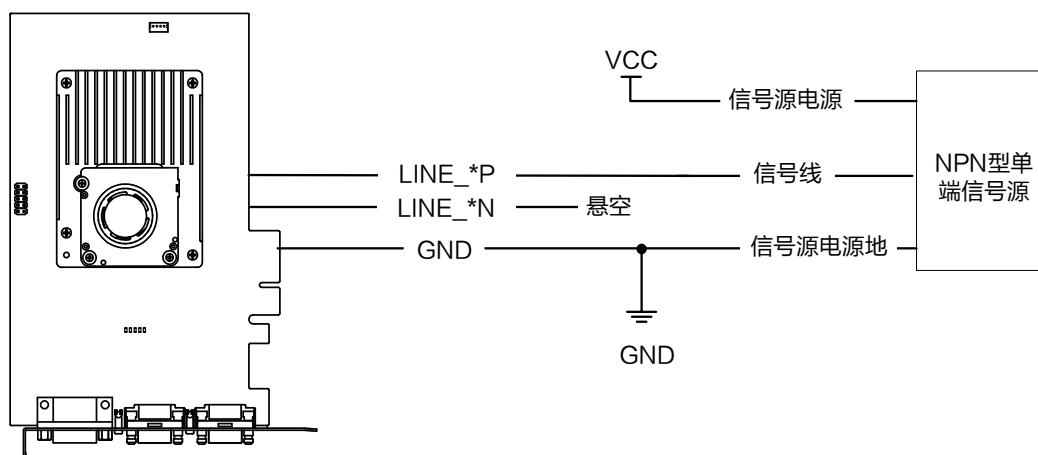
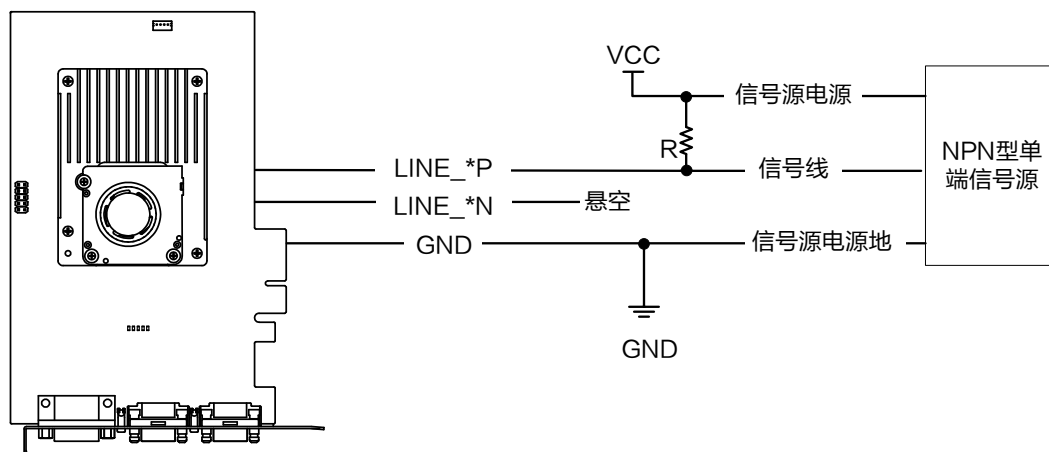

图5-6 NPN 单端输入接线（无需上拉电阻）
图5-7 NPN 单端输入接线（需上拉电阻）
- NPN 型单端信号源提供信号源时，有两种不同的接法，如图 5-6 和图 5-7 所示，其中图 5-7 接线图中上拉电阻阻值范围为 $1 \sim 10\text{ K}\Omega$ 。